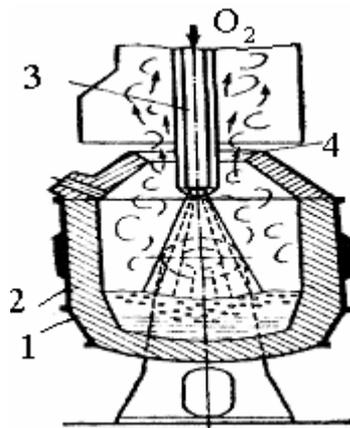

Рис. 11. Кислородный конвертер: 1 – сосуд грушевидной формы; 2 – огнеупорный кирпич; 3 – фурма; 4 – горловина
*Кислородно-конвертерный процесс* – это выплавка стали из жидкого чугуна в конвертере с основной футеровкой и продувкой жидкого металла кислородом сверху через водоохлаждаемую фурму (рис. 11).